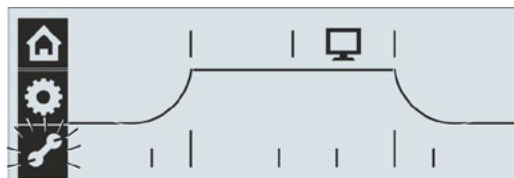

Fig. 3: Vælg menuen Parameter
3. Vælg menuen "Parameter": Drej Drive Controller, indtil symbolet "Parameter"  blinker (fig. 3).